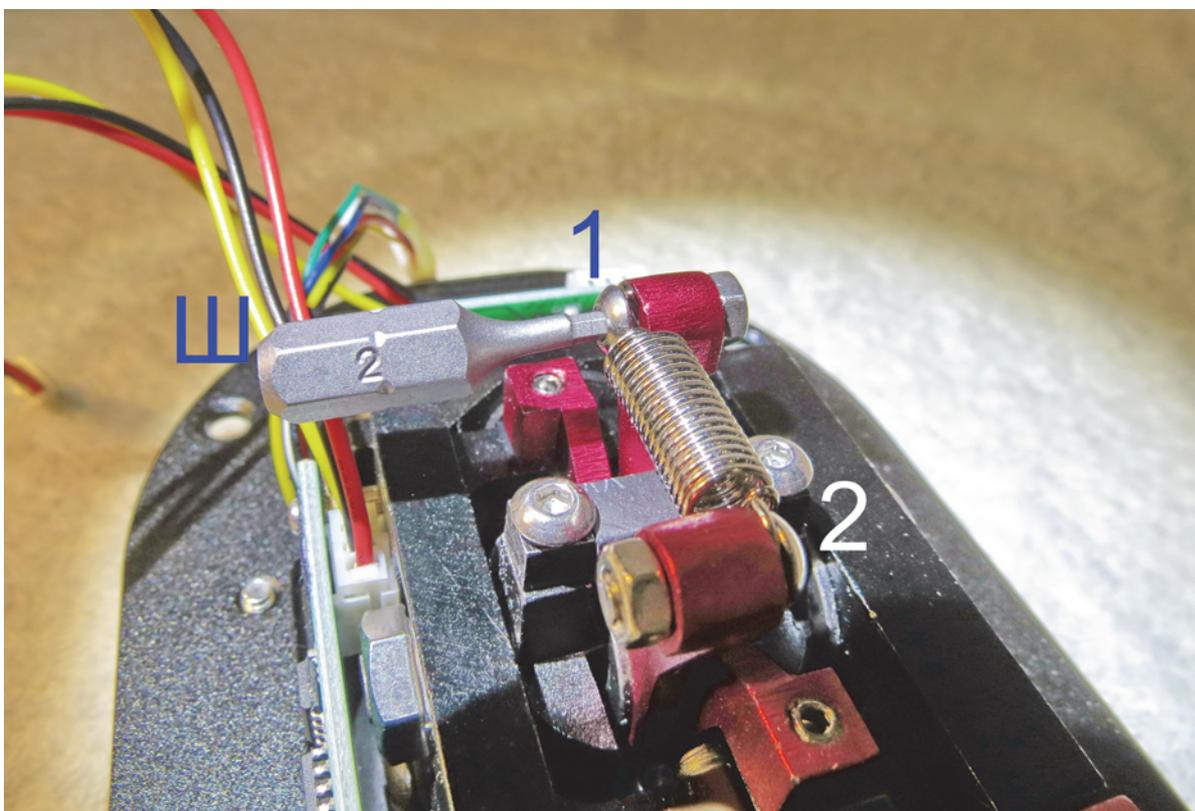

Рис. 2.5.
1. Шестигранником 2 мм Ш поочередно открутите винты 1 и 2 (рис. 2.5), фиксирующие ушки пружины.